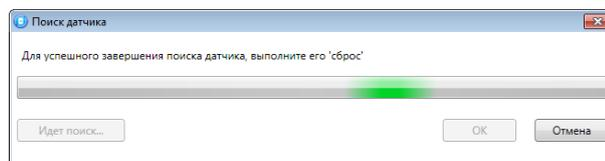

Рисунок 8.7 — Поиск радиоустройства
- После нажатия кнопки ОК начнется поиск радиоустройства контроллером (см. рисунок 8.7). Для того чтобы устройство было найдено контроллером, его следует перевести в режим связывания (выполнить «сброс»).